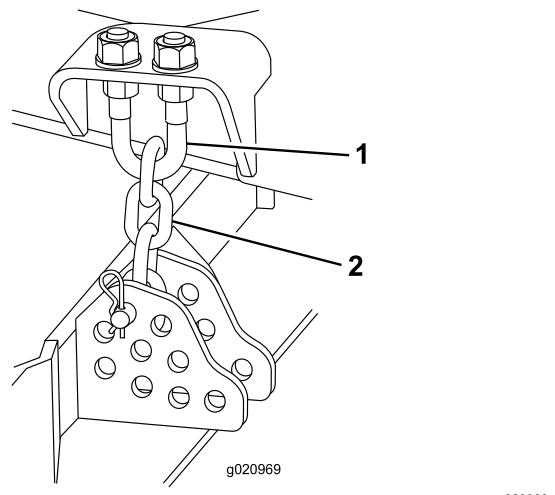

Figura 102
1. Afloje las contratuerca de la parte superior o inferior del perno en U de la cadena de altura de corte (Figura 102).